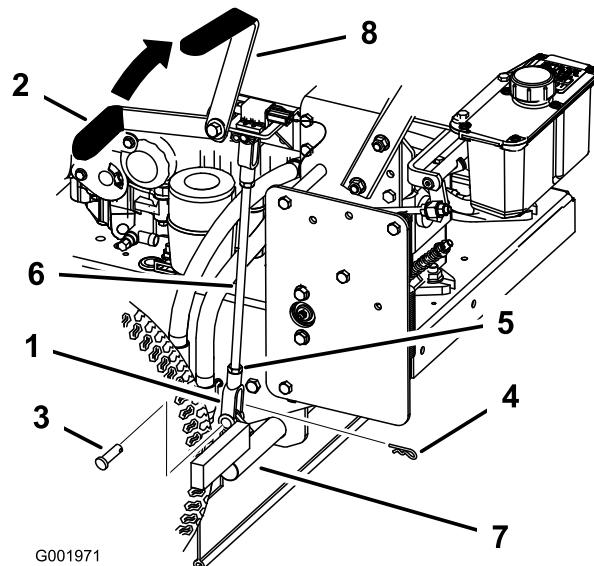

Figura 59
5. Afloje las contratuerca superior e inferior (Figura 59).
6. Para ajustar el freno, retire el pasador de horquilla y el pasador de la palanca de freno inferior (Figura 59).
7. Gire la varilla del freno en las horquillas. Para apretar el freno, aumenta la distancia entre las horquillas. Para aflojar el freno, reduzca la distancia entre las horquillas (Figura 59).
8. Fije la horquilla a la palanca de freno inferior con el pasador de horquilla y el pasador (Figura 59).
9. Apriete las contratuerca superior e inferior (Figura 59).